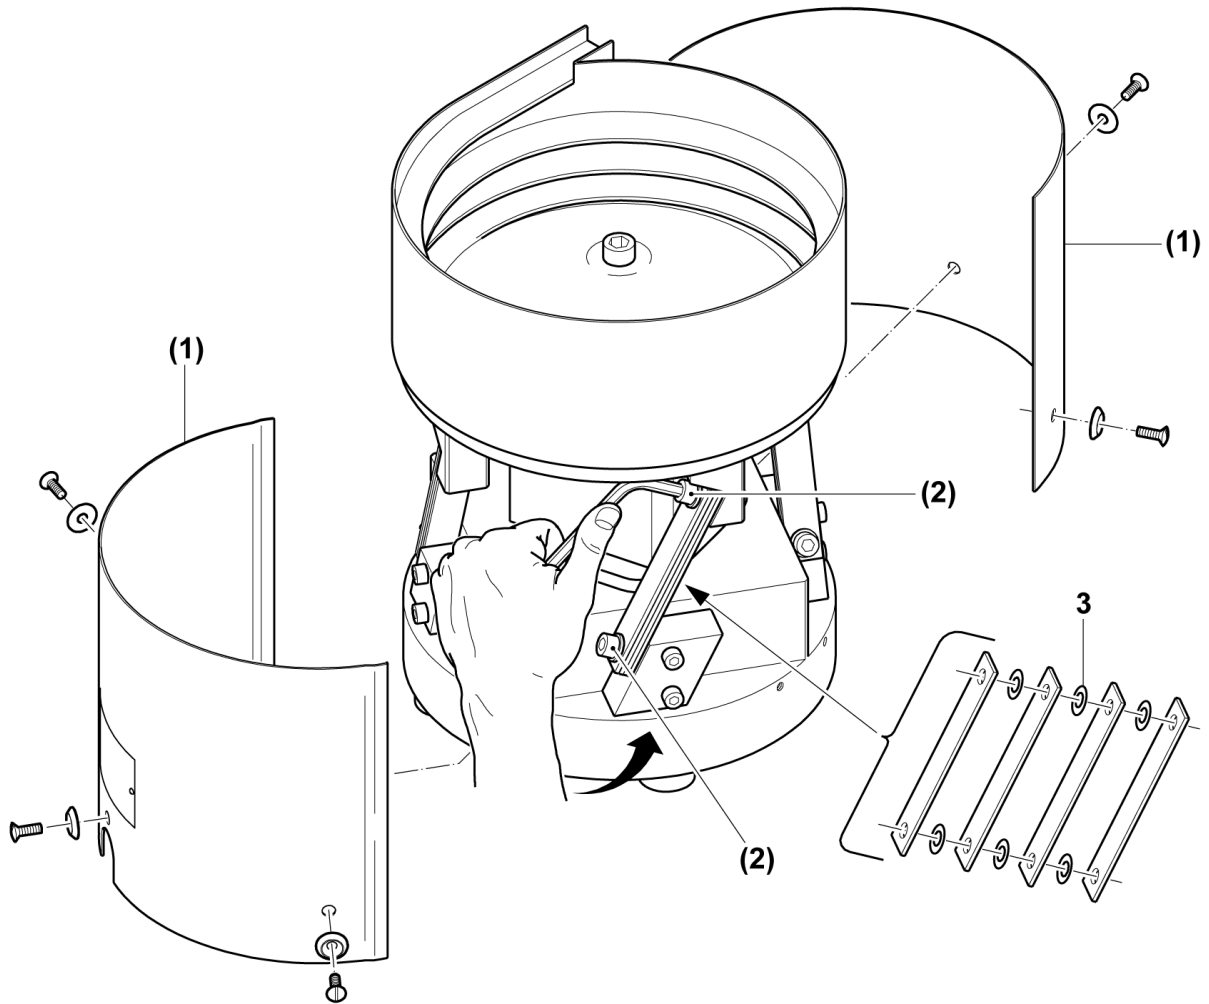

Figure 15
(Reg. Figure 15)
1. Retirer (1) le coffrage (reg. Figure 15)
2. Retirer les vis (2) du bloc-ressort à remplacer